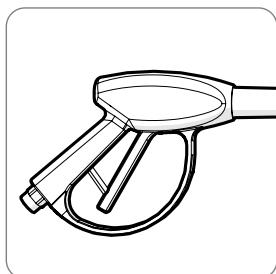

Fig. 6
- Compruebe que el interruptor del gatillo de la lanza de chorro está en la posición de bloqueo. (**Fig. 6**)